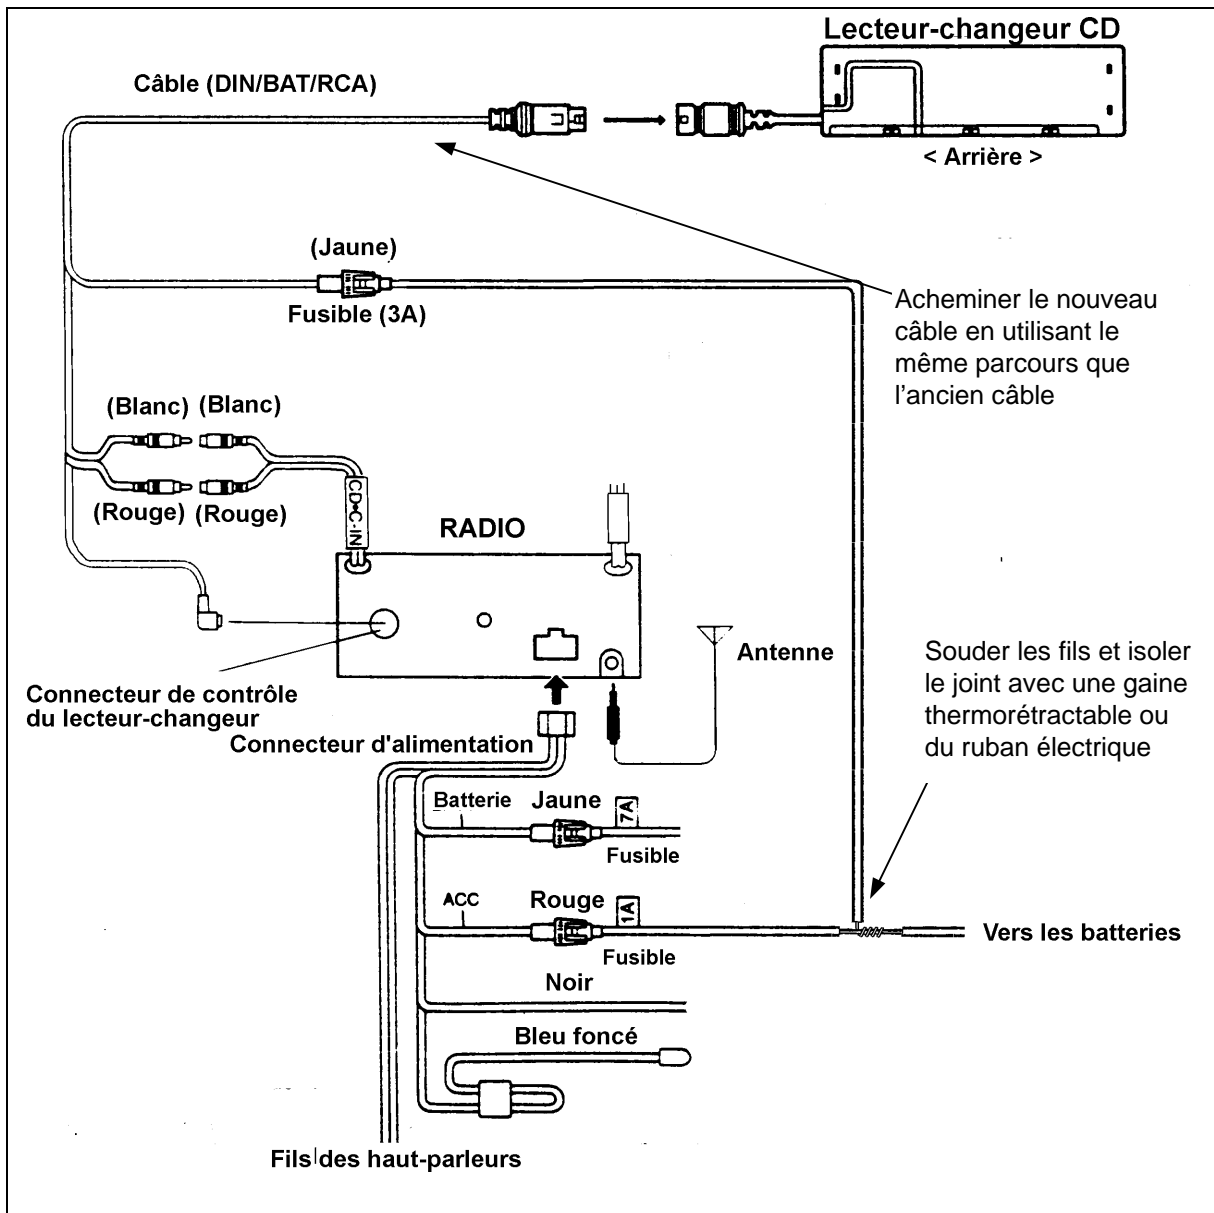

FIGURE 6
11. Brancher le fil d'alimentation électrique du lecteur-changeur (fil jaune) au fil d'alimentation électrique du radio (fil rouge) tel que décrit à la Figure 6. Souder les fils et isoler le joint avec une gaine thermorétractable ou du ruban électrique.
12. Brancher les connecteurs RCA et le câble de contrôle du lecteur-changeur au radio (Fig. 6.)
10. Brancher le fil d'alimentation électrique du lecteur-changeur (fil jaune) au fil d'alimentation électrique du radio (fil rouge) tel que décrit à la Figure 6. Souder les fils et isoler le joint avec une gaine thermorétractable ou du ruban électrique.
11. Brancher les connecteurs RCA et le câble de contrôle du lecteur-changeur au radio (Fig. 6.)
13. Réinstaller les vis (5) du panneau de la console droite.